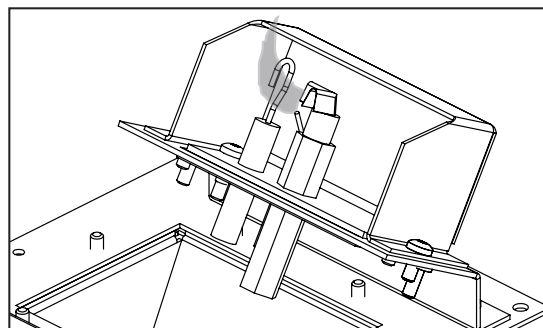

Figure 25: Couverture du capteur de flamme
12. Rallumer le pilote et confirmer la flamme correctement la sonde de flamme (couvertres voir la Figure 25). Si le projet pilote nécessitent un réglage, tourner la vis de réglage dans le sens horaire pour diminuer ou vers la gauche pour l'augmenter jusqu'à ce que la flamme correct est atteint.